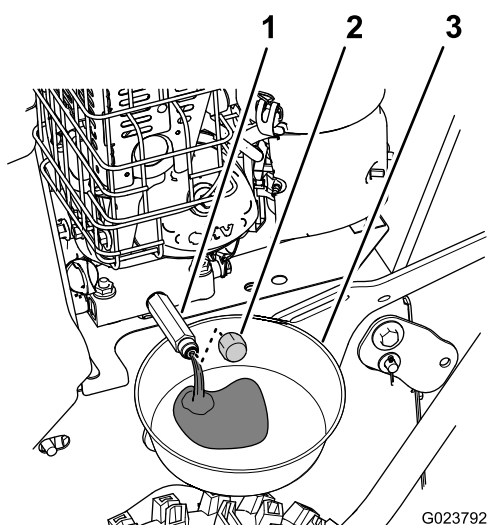

Рисунок 26
- 1. Подставьте сливной поддон под сливной штуцер и снимите крышку слива масла (Рисунок 26).